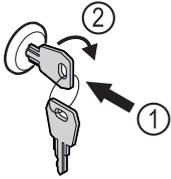

Fig. 171 Représentation à titre d'exemple
- ▶ Insérer la clé Fig. 171 (1).
- ▶ Tourner la clé à 90° dans le sens horaire Fig. 171 (2).